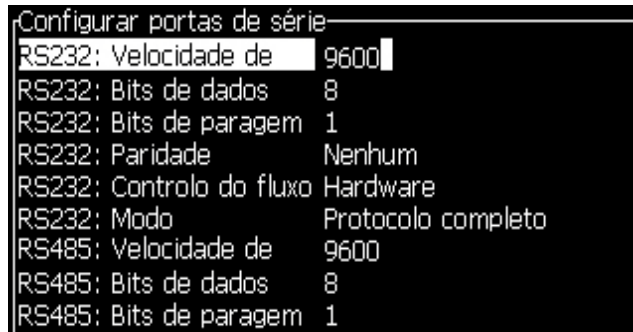

Figura 4-21: Caixa de diálogo *Configurar portas seriais*
- 2 Selecione a opção *Configuração da porta serial* e pressione a tecla *Enter*. A caixa de diálogo *Configurar Portas Seriais* aparece (veja Figura 4-21).